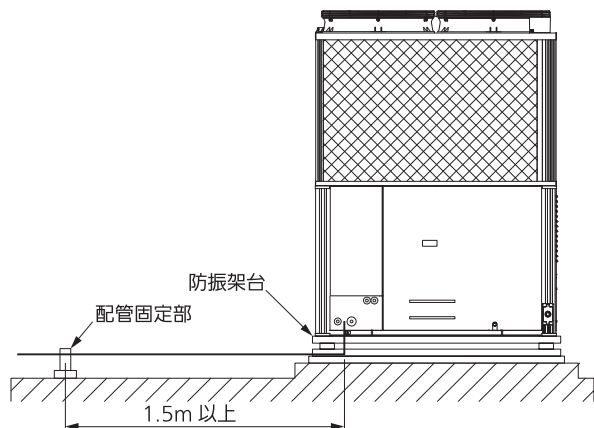

図 20 防振架台の使用例
- 冷媒配管の固定は、図 20 のように各室外ユニットごとに、必ず 1.5m 以上離れた場所で行ってください。